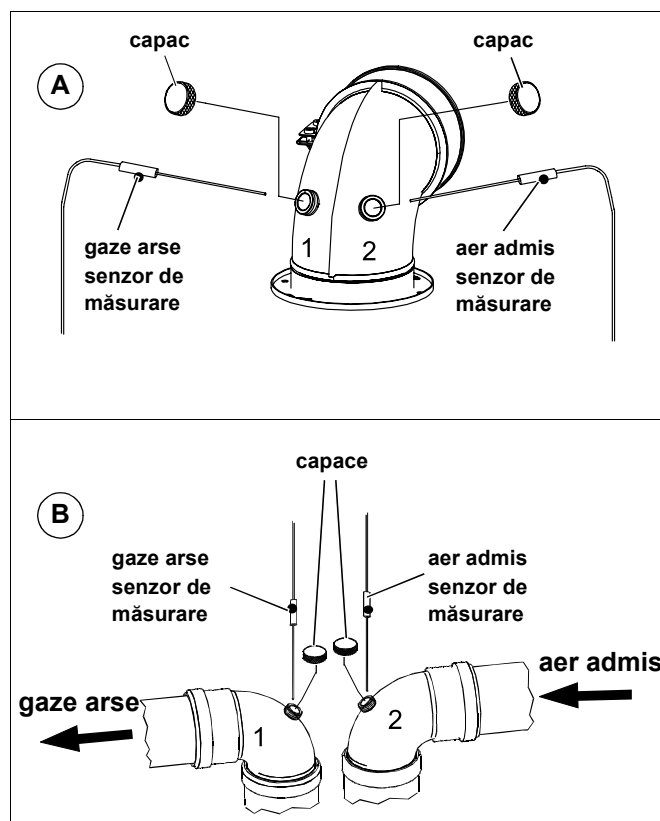

Fig. 28 Determinarea pierderilor gazelor arse
- Măsurarea temperaturii aerului de intrare (în °C) din orificiu 2 (Fig. 28, **Pos. A**).
- Măsurarea temperaturii gazelor arse (în °C) și a conținutului de - CO2 sau O2 (în %) din orificiul 1 (Fig. 28, **Pos. A**).
- Măsurarea temperaturii aerului de intrare (în °C) din orificiu 2 (Fig. 28, **Pos. B**).
- Măsurarea temperaturii gazelor arse (în °C) și a conținutului de - CO2 sau O2 - (în %) din orificiul 1 (Fig. 28, **Pos. B**).